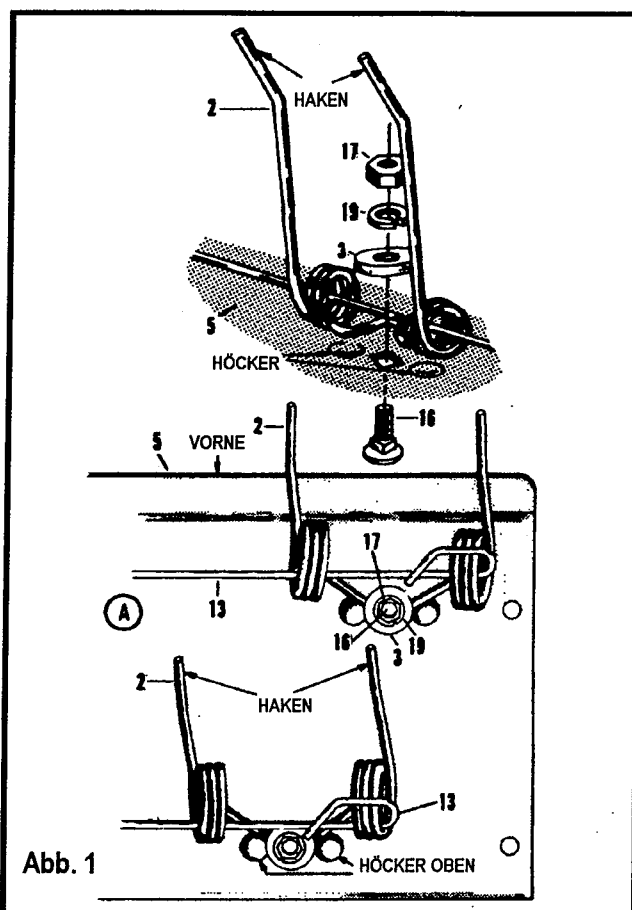

Abb. 1
(Siehe Abb. 1)
- Stecken Sie je einen Sicherheitsdraht (13) durch den spulenförmigen Teil der Zinken. Nehmen Sie eine Zange und biegen Sie die Drahtenden um, wie in Fig. 1 unter "A" gezeigt wird. Vergewissern Sie sich, dass die Enden komplett umgebogen sind und noch ein Stück über dem geraden Teil hinaus.